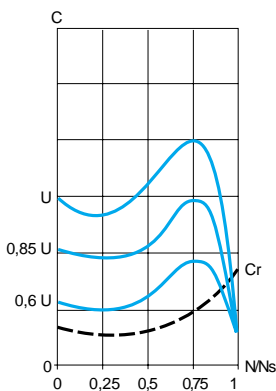

Figura 2
■ A figura 2 mostra a característica conjugado/velocidade de um motor de gaiola em função da tensão de alimentação.